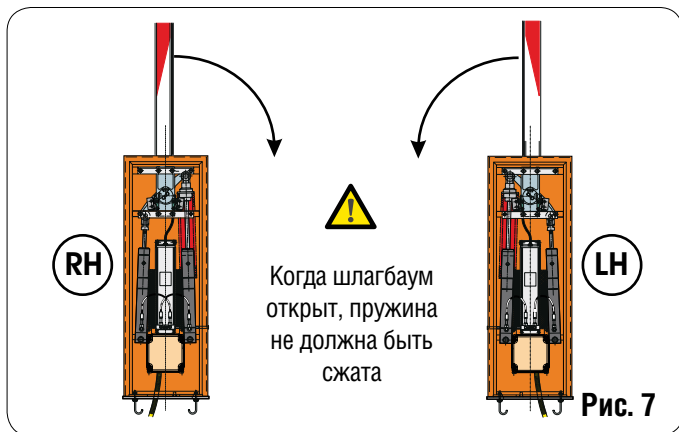

Рис. 7
- Подготовьте фундамент, как показано на рис.7 (для мягкой почвы).